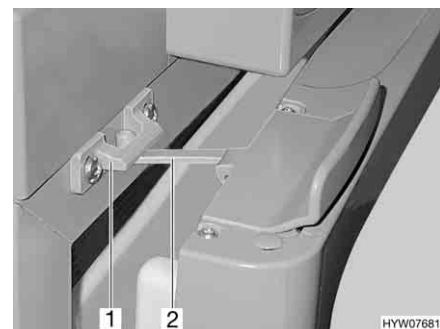

Bild 174 Kühlschranktür in Lüftungsstellung (Thetford)
- Verriegelung (Bild 174,2) aufklappen und in der Verriegelungsaufnahme (Bild 174,1) einrasten. Die Kühlschranktür bleibt damit leicht geöffnet.